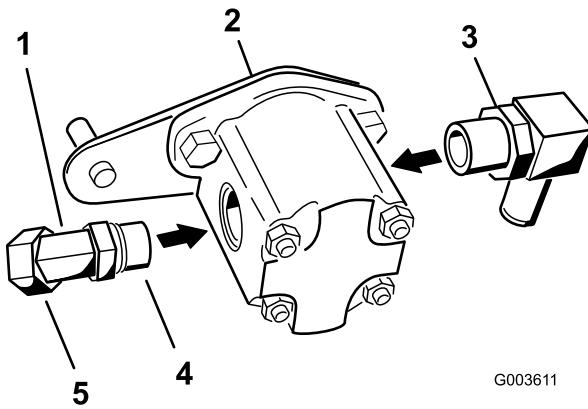

Figura 18
- Instale el codo de 45 grados en el lateral de la bomba hidráulica (Figura 18).